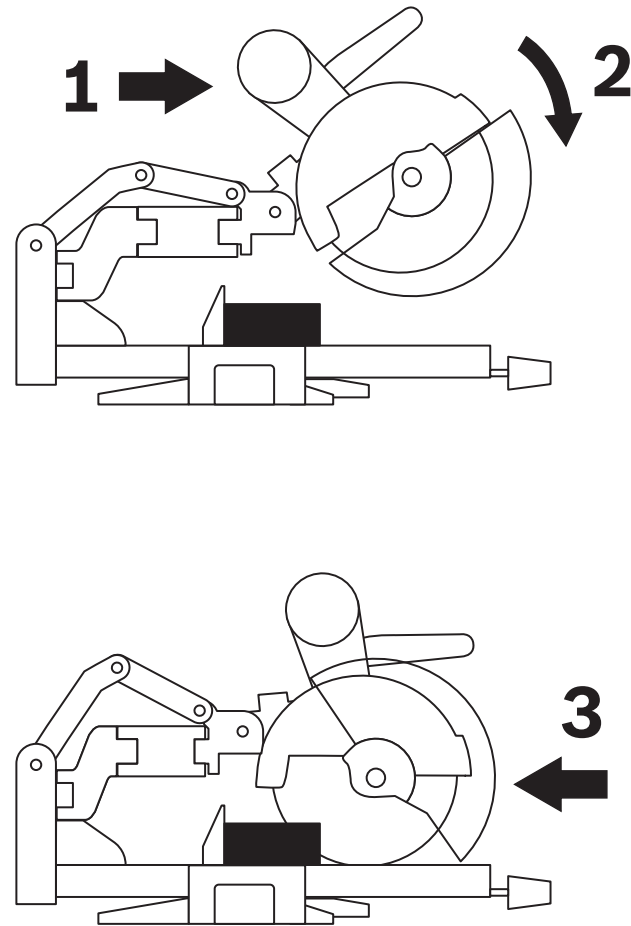

Figure 43. Coupe coulissante
1. Saisissez la poignée de l'interrupteur et tirez sur l'ensemble de tête de scie (en position élevée – « UP ») pour l'éloigner du guide – voir la flèche 1 à la Figure 43.
2. Activez l'interrupteur, puis abaissez complètement l'ensemble de tête de scie – sur les matériaux de grandes dimensions, cette action peut également déclencher la coupe – voir la flèche 2 à la Figure 43.
coupe. Voir la flèche 3 à la Figure 43. REMARQUE : si vous constatez beaucoup de résistance, n'appliquez pas une force excessive – arrêtez de couper, attendez que la lame ait cessé de bouger et recherchez la cause du problème.